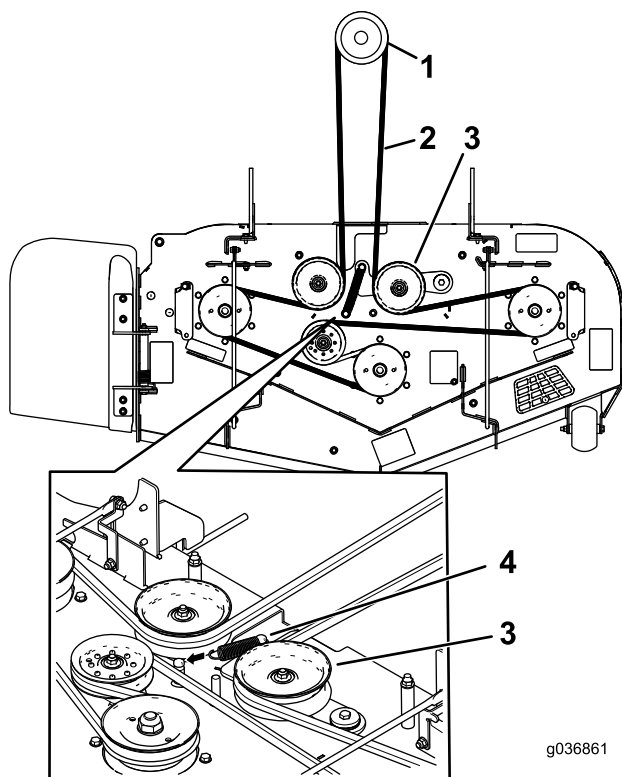

Bild 63
10. Verlegen Sie den neuen Riemen um die Mähwerk- und Bremsspannscheiben unter dem Motor (Bild 63).
11. Setzen Sie die Spannscheibenfeder ein (Bild 63).